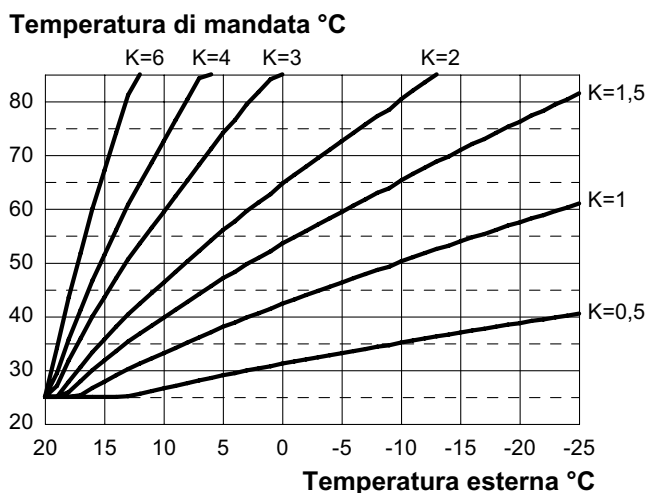

Figura 5.41
Se alla caldaia **È COLLEGATO** il comando remoto (opzionale) riferirsi alla Figura 5.41 .
Il coefficiente K è un parametro che innalza o abbassa la temperatura di mandata caldaia al variare della temperatura esterna. Quando si installa la sonda esterna bisogna impostare questo parametro in base al rendimento dell'impianto di riscaldamento per ottimizzare la temperatura di mandata (Figura 5.41).
Es. Per avere una temperatura di mandata all'impianto di riscaldamento di 60°C con una esterna di -5°C si deve settare un K di 1,5 (linea tratteggiata in Figura 5.41).
- Utilizzando i tasti 17 o 18 è possibile modificare il valore del parametro 15 da un minimo di **01** ad un massimo di **60** in base alla curva scelta del coefficiente K in Figura 5.41 (il valore letto sul display corrisponde a valori decimali di coefficienti K).